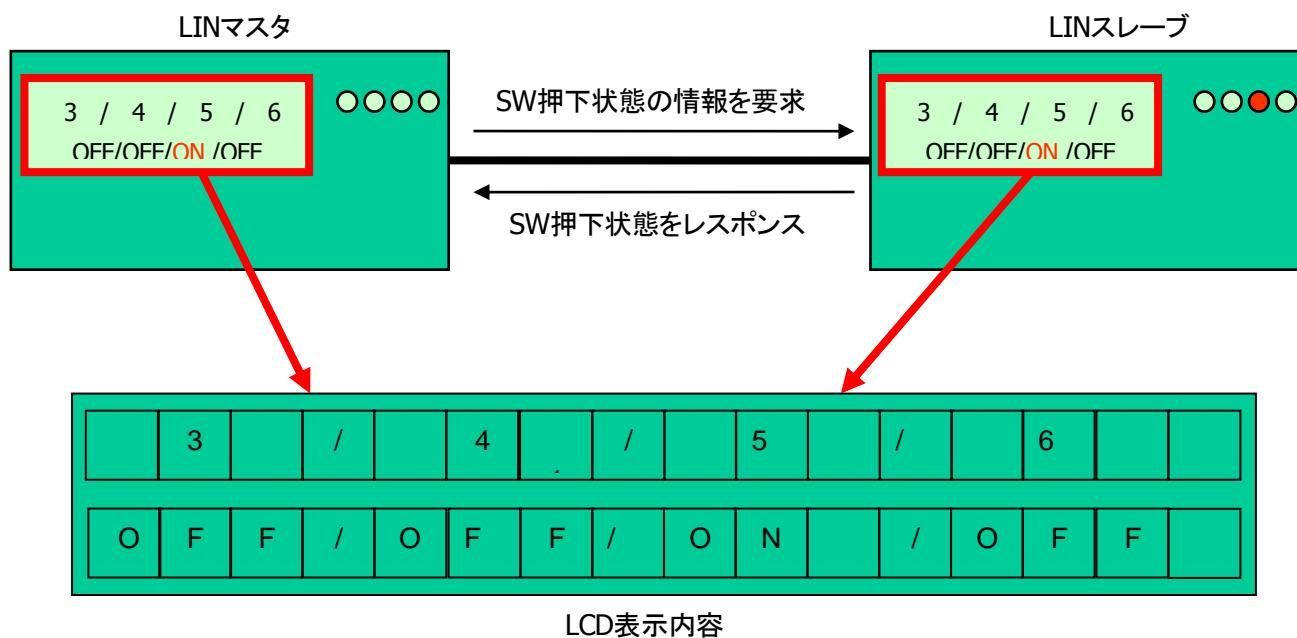

図 10.3-1. アプリ仕様
10.2 LIN 通信 ドライバの開発では LIN マスタのドライバを作成してもらいました。10.3 LIN デバイス ドライバを用いたプログラムの作成では、作成した LIN デバイス ドライバの動作確認を行うためのアプリケーションを作成してみましょう。10.2 LIN 通信 ドライバの開発で作成してもらった LIN デバイス ドライバは LIN マスタ、LIN スレーブの 2 つの機能を持っています。その為、2 枚の TOPPERS Platform ボードを使用して図 10.3-1 のような構成でデバイス ドライバを動作させます。